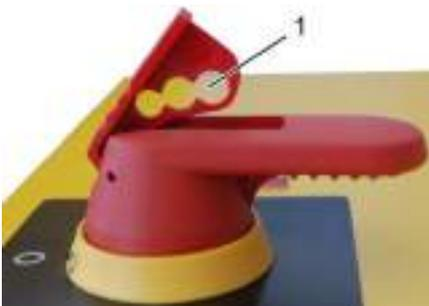

Abb.67: Sicherungsbügel sichern
3. Den Sicherungsbügel mit einem Schloss sichern (Abb. 67).